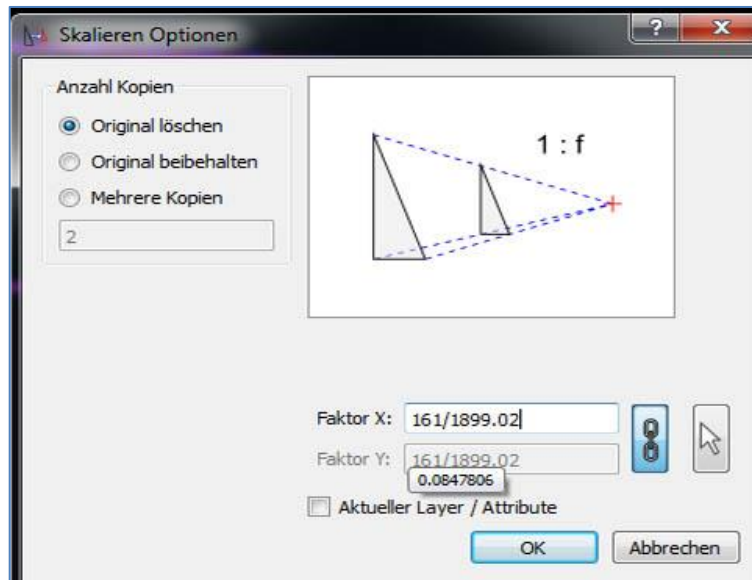

Bild 23
**Bitte beachten: das Komma muss immer als „Punkt“ eingegeben werden. (Bild 23)**